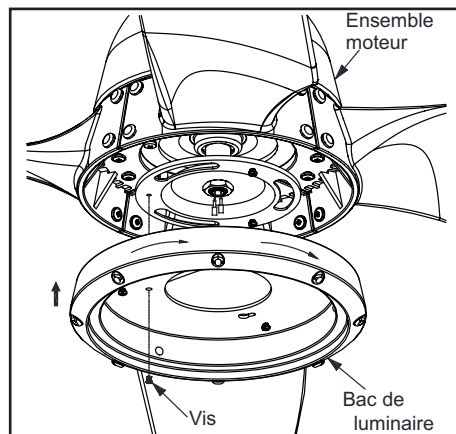

Figure 15
1. Desserrez, sans les retirer, deux des trois vis de montage du moteur du ventilateur; retirez une vis de montage. (Figure 15)
2. Poussez le bac de luminaire vers le haut jusqu'au moteur du ventilateur, de façon à ce que les deux têtes de vis desserrées tiennent dans les fentes en trou de serrure. Tournez le bac de luminaire dans le sens horaire et serrez les vis. Réinsérez la vis qui a été retirée à l'étape 1 et serrez-la fermement. (Figure 15)